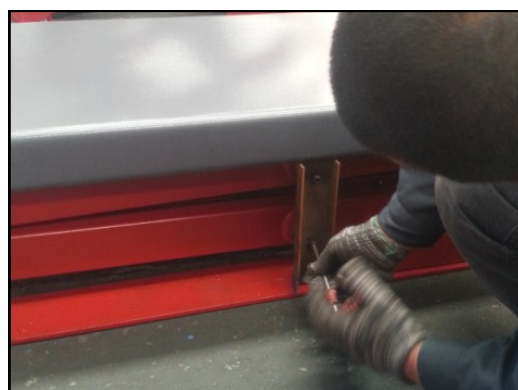

рис. 20
- Прежде чем подсоединить гидравлический шланг, убедитесь, что соединительная пластина между двумя гайками снята (рис. 20)